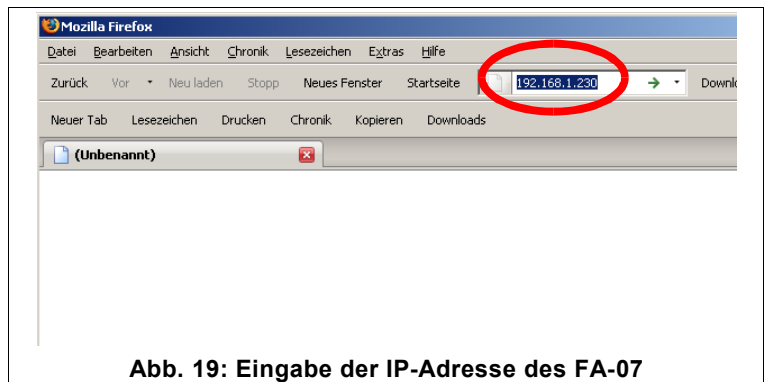

Abb. 19: Eingabe der IP-Adresse des FA-07
5. Starten Sie dann auf Ihrem PC ein Web Browser Programm, wie z.B. Explorer, Firefox, Opera oder sonstige, und tippen Sie in die Adressleiste des Browsers die IP-Adresse „192.168.1.230“ (siehe Abb. 19) ein.